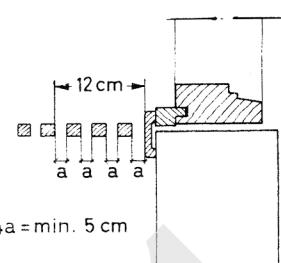

Fig. 11.
- 11 Spalten mellom vindusbrett og brystning må være minst 5 cm bred. Hvis det er flere spalter, må summen av spaltebreddene til en avstand av ca. 12 cm fra brystningen være minst 5 cm, se fig. 11.